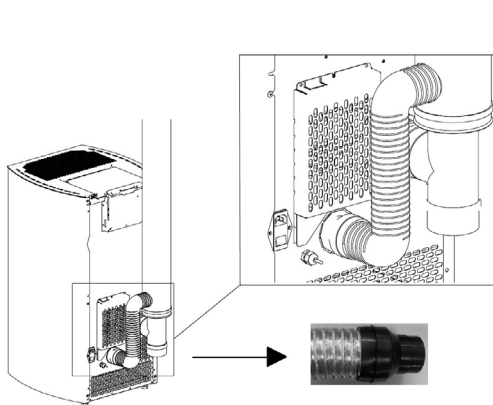
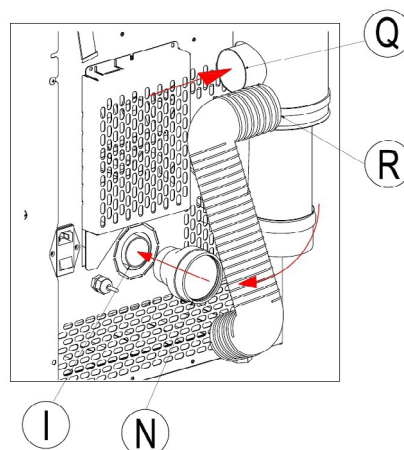
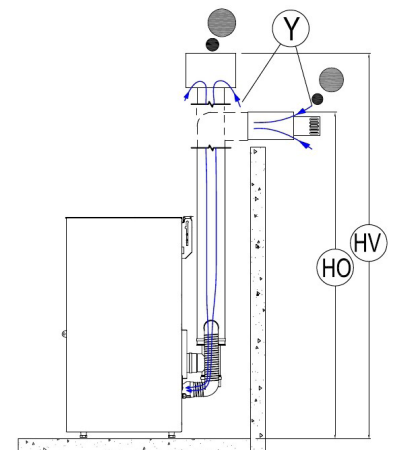

Fig. 9 - Flexibele buis
Fig. 10 - Verbindingen
Fig. 11 - Verbindingen schoorsteenpijp
- Verbind de koppeling N met de luchttoevoerbuis I (zie Fig. 9 op pag. 12 en Fig. 10 op pag. 12). Sluit N met Q aan met behulp van een flexibele buis die weerstand biedt aan 100 °C (een flexibele aluminium buis is aanbevolen).
- De max. toegelaten hoogte voor de installatie van de schoorsteenpijp met verticale afvoer (dak) HV = 6 m (zie Fig. 11 op pag. 12).
- De max. toegelaten hoogte voor de installatie van de schoorsteenpijp met horizontale afvoer HO = 2,6 m (zie Fig. 11 op pag. 12).
LEGENDA Fig. 10 op pag. 12 - Fig. 11 op pag. 12